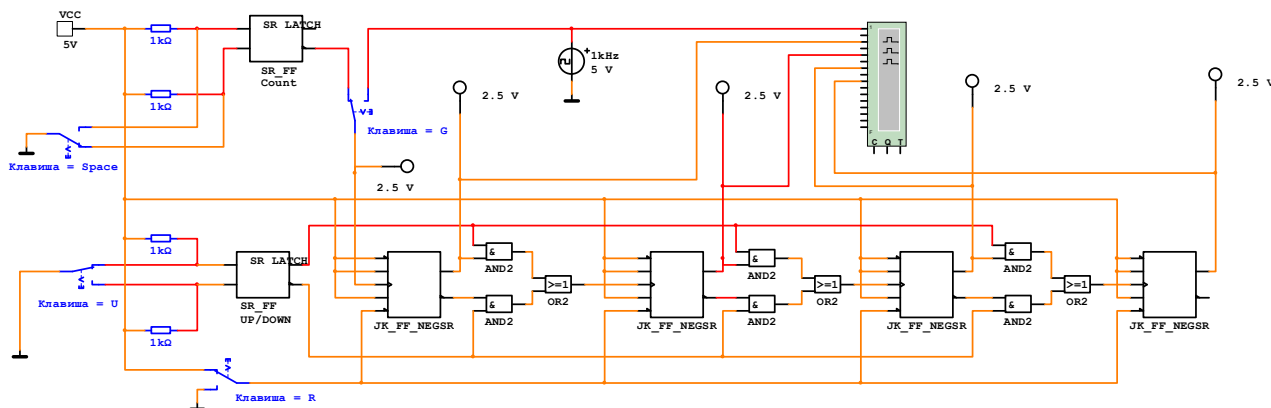

Рис. 12.1
12.2.1. Для исследования реверсивного асинхронного четырехразрядного двоичного счетчика соберите схему, изображенную на рис.12.1.